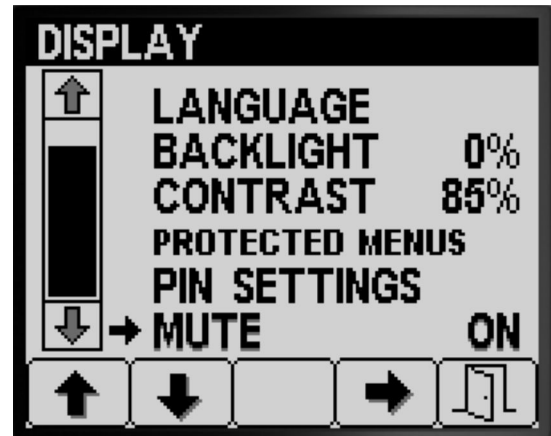

Figure 30
1. Appuyez sur le bouton 1 ou 2 pour naviguer jusqu'à l'option SOURDINE (Figure 30).